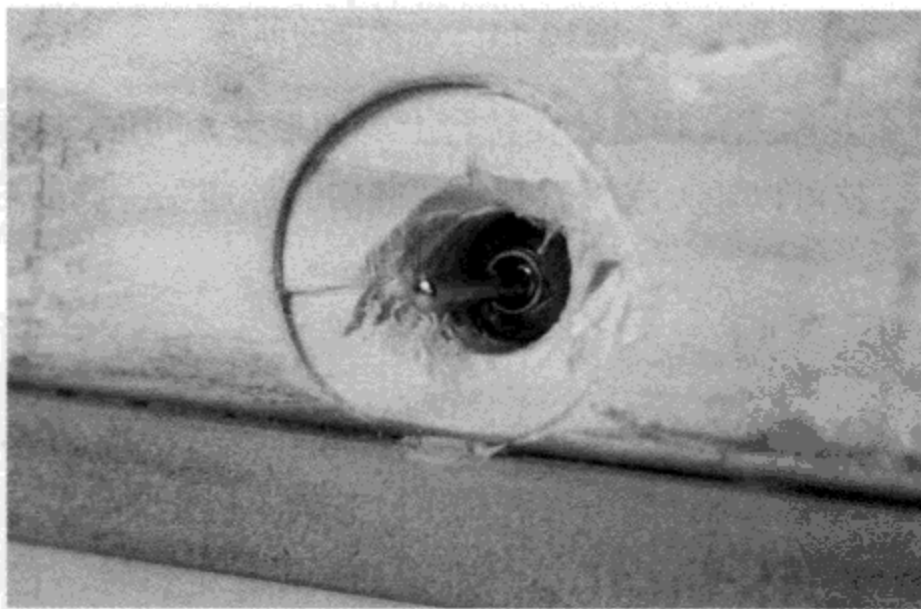

图10.10 从外边看开关的安装情况
(3) 用  $\frac{1}{2}$  in 的钻头给开关钻一个孔。最好先钻一个  $\frac{1}{8}$  in 的导孔。用 Dremel 电磨或锉刀剔除孔中的材料，孔的大小要能使开关可以从外面拨动（图 10.10）。